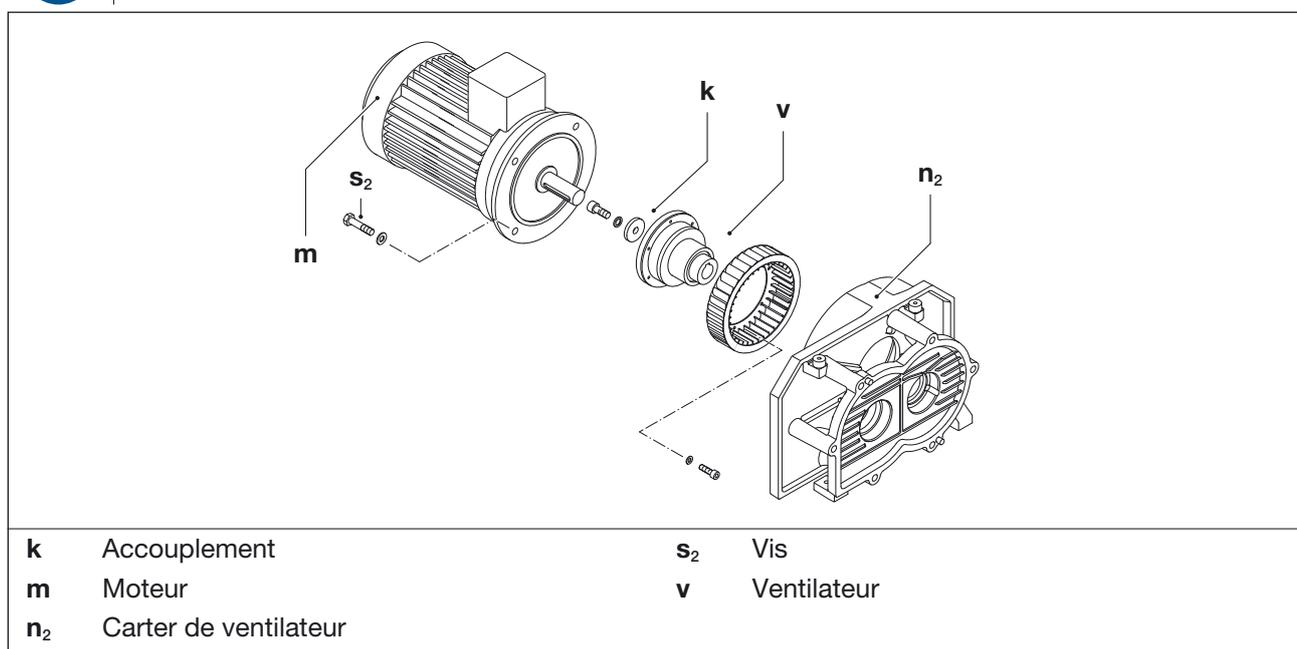

Fig. 9 Contrôle du ventilateur
Il faut contrôler le serrage et l'état du ventilateur (Fig. 9/v) de refroidissement du compresseur au moins 1 fois par an. Éventuellement, il faudra serrer les assemblages à vis ou remplacer le ventilateur.
- Suspendez le moteur (Fig. 9/m) par les anneaux de levage à l'aide de l'outil de levage. S'il n'y a pas d'anneau de levage, attachez le moteur à l'aide d'élingues rondes.
- Desserrez les vis (Fig. 9/s₂) sur la bride du moteur et extrayez le moteur avec l'accouplement (Fig. 9/k) et le ventilateur (Fig. 9/v) du carter du ventilateur (Fig. 9/n₂) en tirant dans le sens axial.
- Contrôlez le ventilateur (Fig. 9/v) et éventuellement nettoyez-le. Si le ventilateur est endommagé, remplacez-le.
- Réinstallez le moteur dans le sens axial avec l'accouplement (Fig. 9/k) et le ventilateur (Fig. 9/v) et fixez-le à l'aide des vis (Fig. 9/s₂) sur la bride du carter (Fig. 9/n₂).